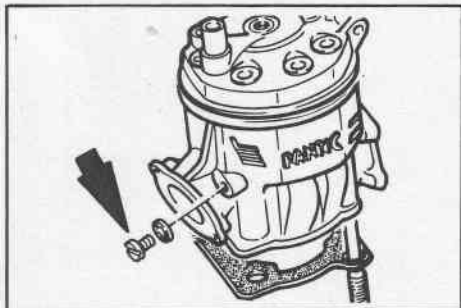

Fig. 42 - Vite di scarico - Liquido di raffreddamento
- rimuovere la vite (fig. 42) sul cilindro per svuotare il residuo del liquido.